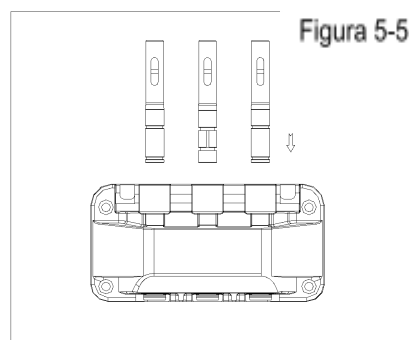

Figura 5-5
4. Lubrique el interior del orificio de la puerta de descarga, en la parte superior e inferior, e inserte la válvula. La válvula con el o-ring doble es la del medio (Figura 5-5).